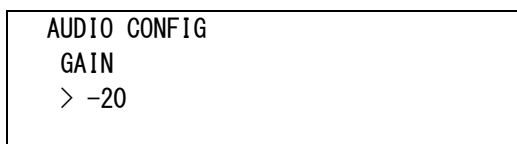

図4-88 AUDIOテストGAINメニュー(AUDIO TEST GAIN例)
- 1) AUDIO CONFIG メニューで「GAIN[GAIN]」を選択し、**ENTER** ボタンを押すと図 4-88 のような設定メニューが表示されます。